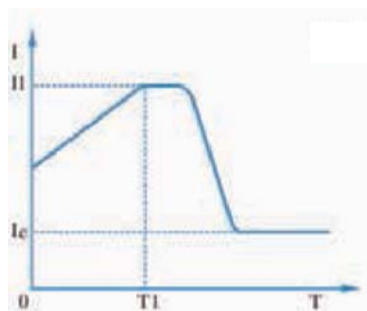

图5
具有较强的加速能力，适用于两极电机，也可在一定范围内缩短起动时间。（如图5）。
5.9.9 运行过载保护时间：以电机额定工作电流为基准作反时限热保护，脱扣保护时间曲线如图5。